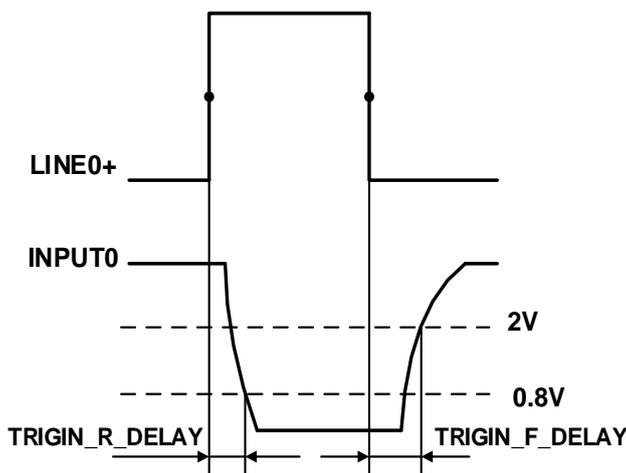

图 7-2 光耦隔离输入电路参数
- 上升沿延时时间：<math> < 50\mu\text{s} </math> (0°C~45°C)，参数说明见图 7-2
- 下降沿延时时间：<math> < 50\mu\text{s} </math> (0°C~45°C)，参数说明见图 7-2
- 输入上升沿延时： $<2\mu\text{s}$ （ $0^{\circ}\text{C}\sim 45^{\circ}\text{C}$ ），参数说明见图 7-2
- 输入下降沿延时： $<2\mu\text{s}$ （ $0^{\circ}\text{C}\sim 45^{\circ}\text{C}$ ），参数说明见图 7-2